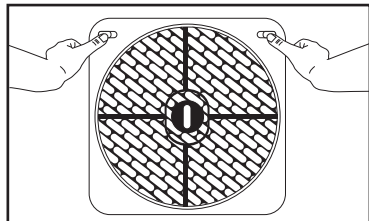

Fig. 14
1. Abra la rejilla trasera empujando suavemente las lengüetas de liberación hacia el exterior de la unidad. Vea la Fig. 14.